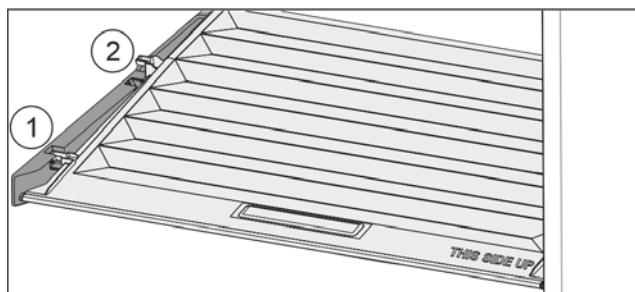

Fig. 36
- Потянуть крышку до отверстия в поддерживающих деталях вперед Fig. 36 (1).
► Поднять сзади снизу и извлечь Fig. 36 (2) движением верх.